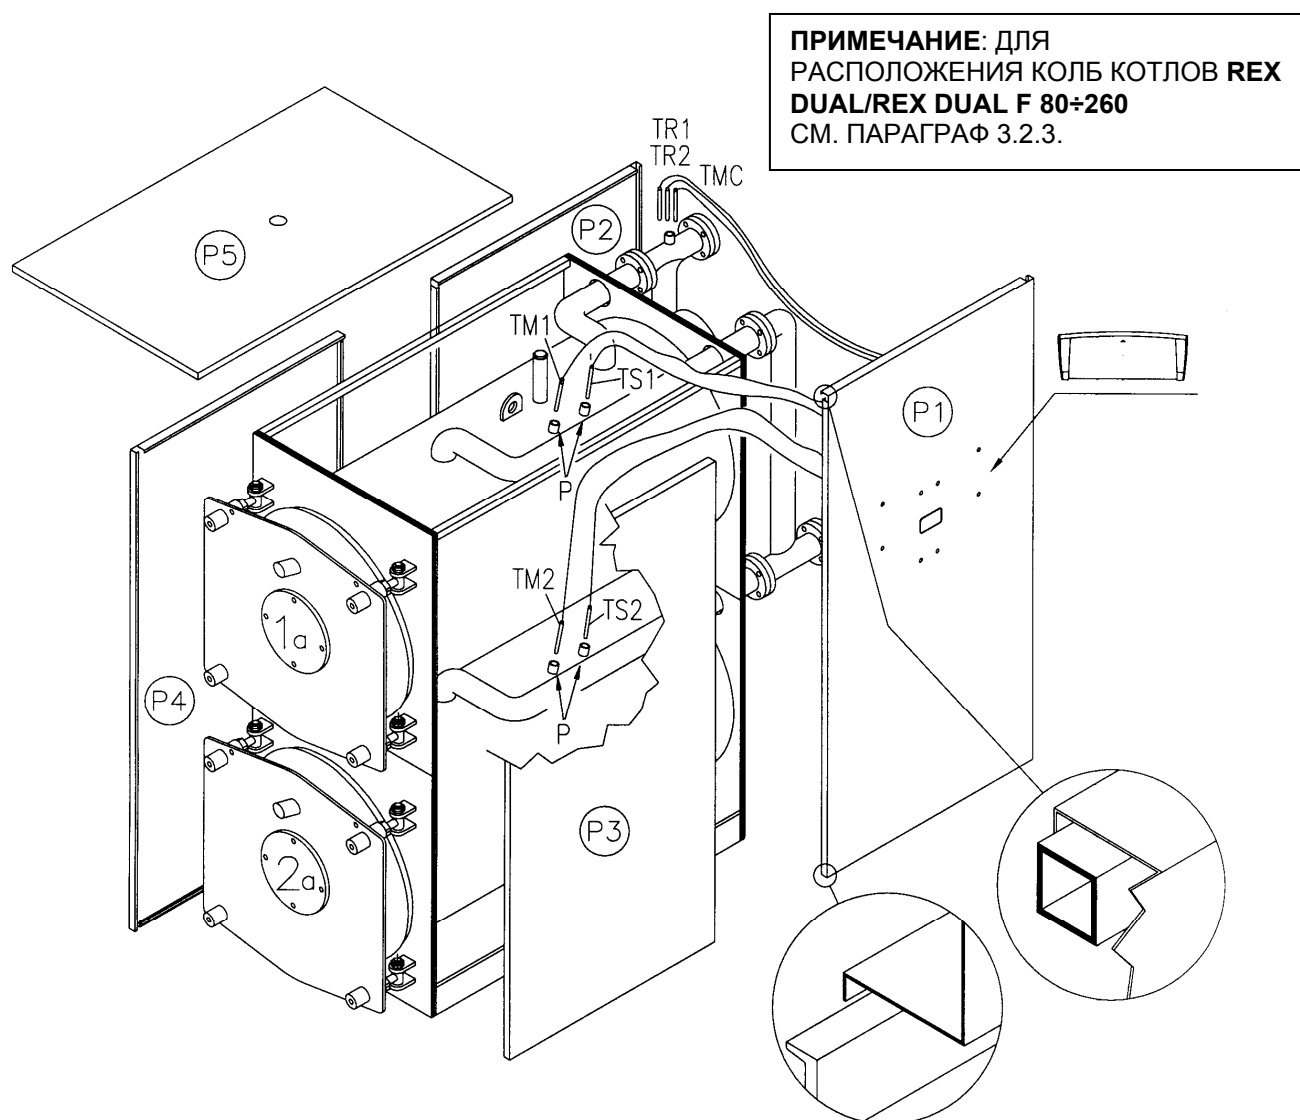

Рис. 11
4.4 ОБШИВКА КОТЛА REX DUAL/REX DUAL F 14÷70 (Рис. 11)